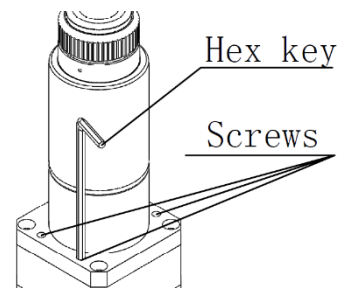

図4.3コリメータモジュールCM
- 3 mmの六角レンチを使用して、図4.3のようにファイバーコリメーティングアセンブリーを保持しているネジを外します。